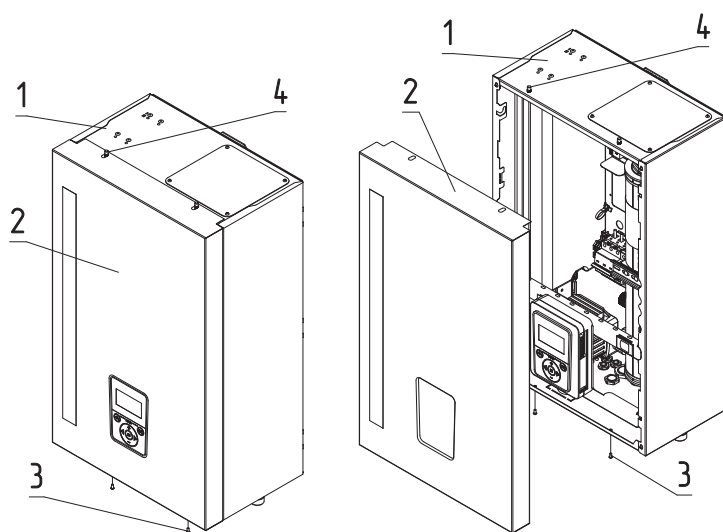

Рис.12 Снятие кожуха
- выкрутить болты крепления (**рис.12 поз.3**);
- переместить кожух вверх, сняв с зацепов (**рис.12 поз.4**);